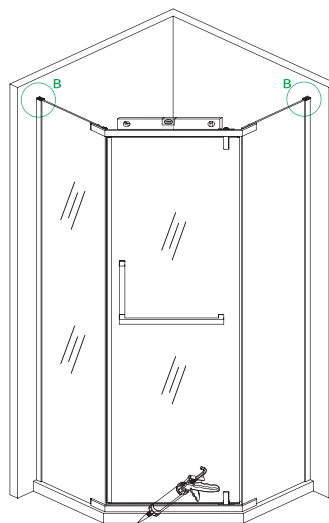

Рис. 13/13-сур.
- Выровняйте закаленные стекла с помощью уровня (рис. 13) таким образом, чтобы магнитные уплотнители плотно прилегали друг к другу, образовывался ровный угол и все грани были под прямым углом — после чего плотно закрепите уплотнители EVA (23) в пристенные профили (2) (рис. 13-а), а после крепко зафиксируйте петли в профиле (рис. 13-б). Установите заглушки (5), предварительно, обработав силиконовым герметиком. Обработайте нижнюю часть конструкции изнутри санитарным силиконовым герметиком. Время высыхания 24 часа!